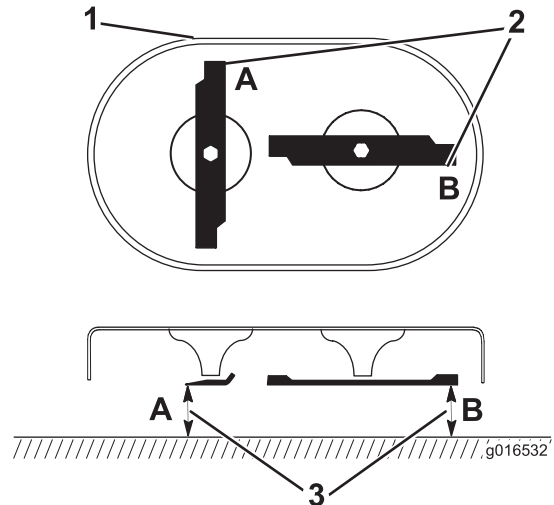

Figure 43
1. Tournez les lames à la position indiquée à la Figure 43.
2. Mesurez la distance entre une surface plane et le tranchant aux points A et B, (Figure 43), et notez les deux dimensions.
3. Faites tourner les points de sorte que leurs extrémités opposées soient aux points A et B (Figure 43).